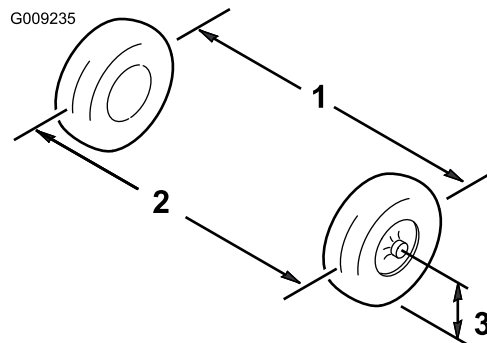

图 53
1. 以轮轴的高度为标准、分别测出两个前轮的轮前距离和轮后距离（图 53）。